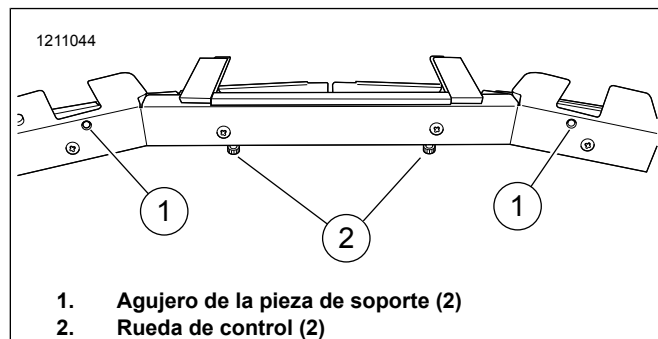

Figura 4. Agujeros de montaje de la pieza de soporte
3. Consulte la Figura 4. Coloque la luz en un área de trabajo con las ruedas de control (2) hacia abajo y con los orificios de la pieza de soporte (1) hacia arriba.
12. Consulte la Figura 4. Apriete el tornillo de montaje de la pieza de soporte (2) para asegurar la luz al parabrisas.